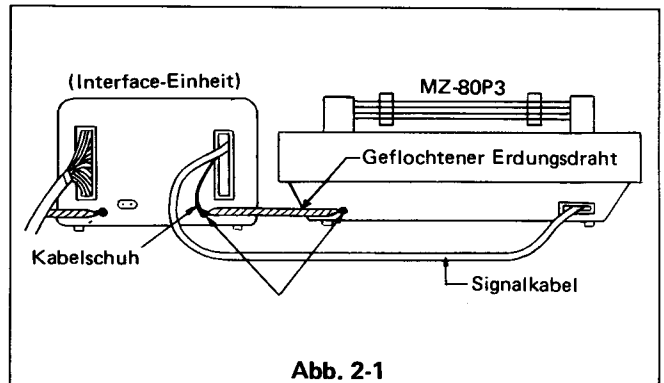

Abb. 2-1
- (1) Wenn keine Floppy-Disk-Einheit angeschlossen ist, den Erdungsdraht zwischen der Rahmen-Erdungsklemme (FG) des Matrix-Druckers und der der Interface-Einheit anschließen (siehe Abbildung 2-1).